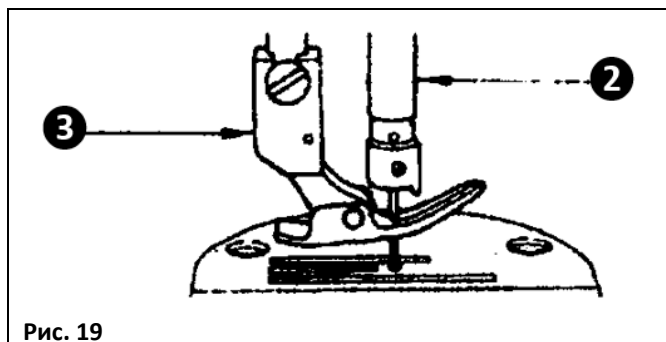

Рис. 19
3) Если подъем лапки отрегулирован на высоту выше 10мм, необходимо убедиться, что нижний конец игловодителя 2 в самом низком положении не задевает прижимную лапку 3 (см. рис. 19).